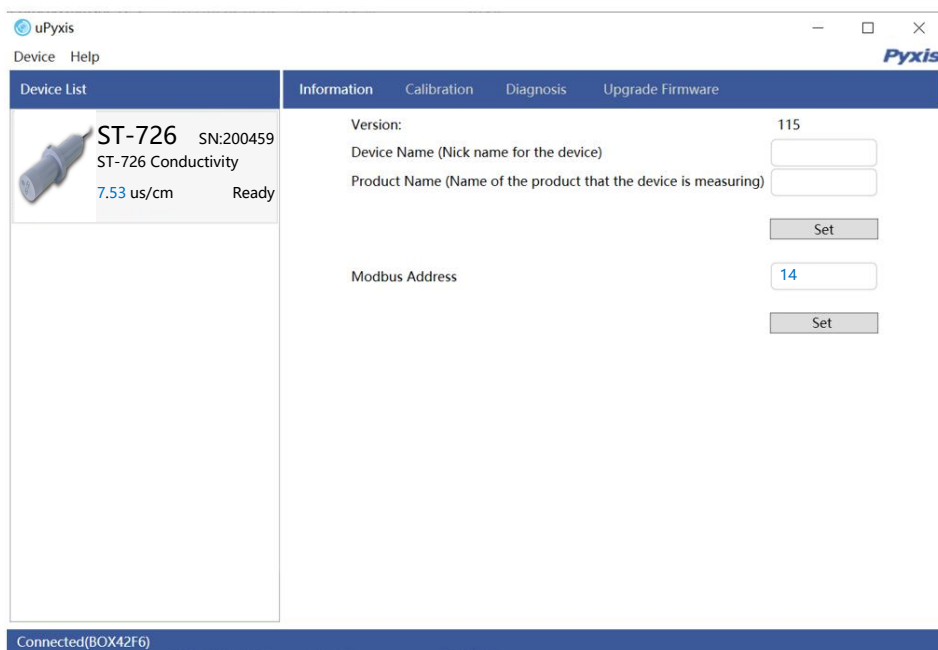

图 4-9 电脑版探头信息
5. 建立连接后，ST-726 系列探头系列号和当前的溶液中电导率读数显示在信息页面的左侧（图 4-9）。在此页面中，可以看到探头名称，探头的 Modbus 地址可以更改。